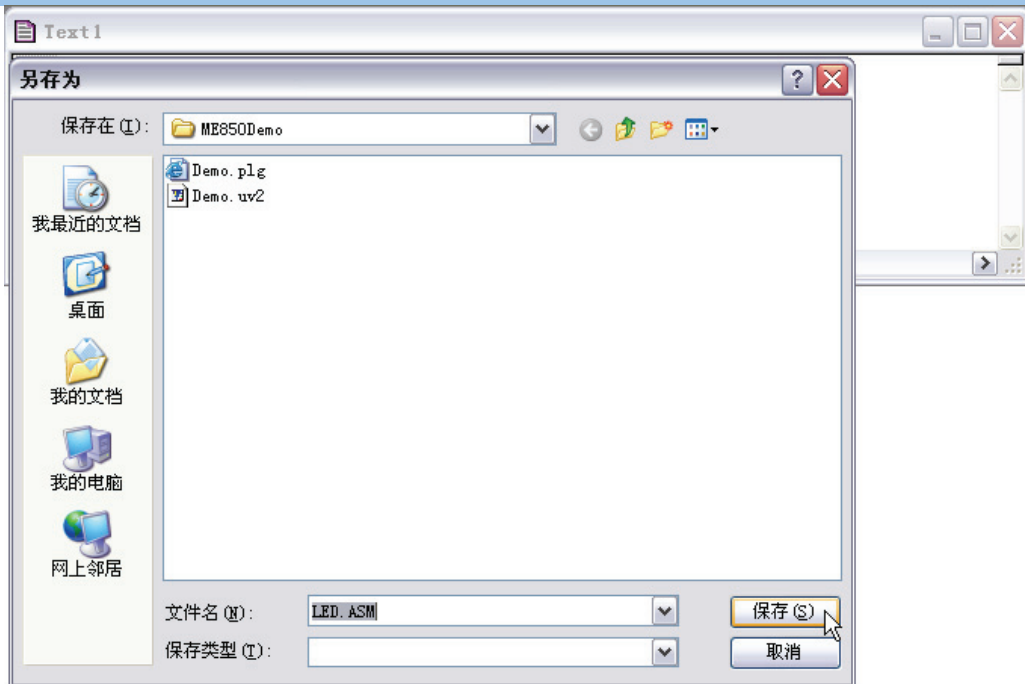

图 3.4
- 接着点击 Debug 选项页中, 右上角的 Settings 按钮。软件会弹出 ICE52 的仿真/编程设置对话框, 如图 3.4 所示